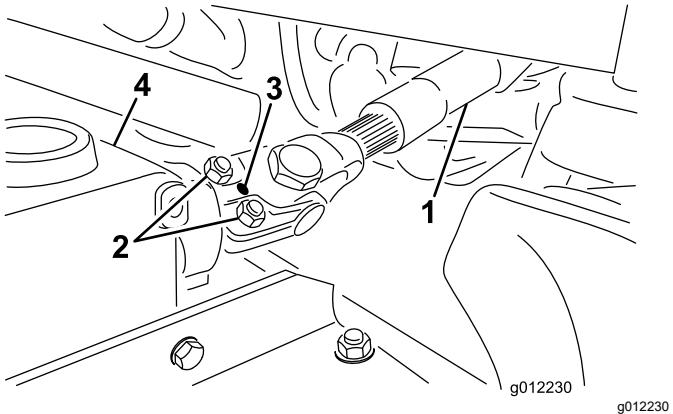

図 3
- A. ヨークとギアボックスのシャフトからロールピンを取り外す図 3。
- B. キャップスクリュ2本とロックナットをゆるめる図 3。